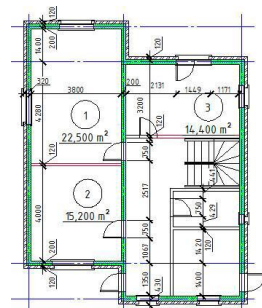

Рис. 13.2
2. Проставити розміри та площі приміщень на кресленнях планів будинку згідно з рис. 13.2.